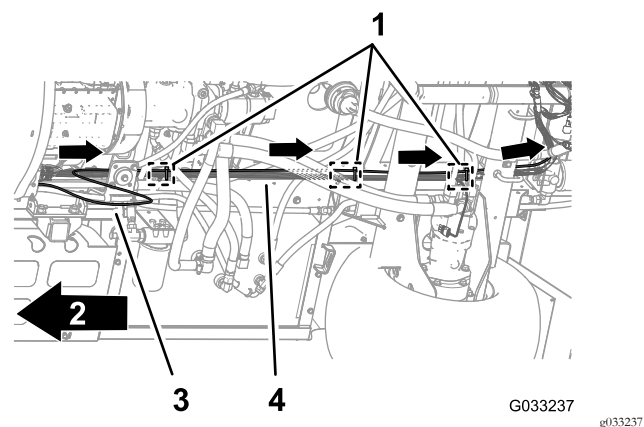

图111
1. 沿着机器后线束连接仪表板仪表的压力传感管图111。
2. 用 3 个扎带将压力传感管固定到后线束底盘锚定点 3 个推进式紧固件旁边的后线束上图111。